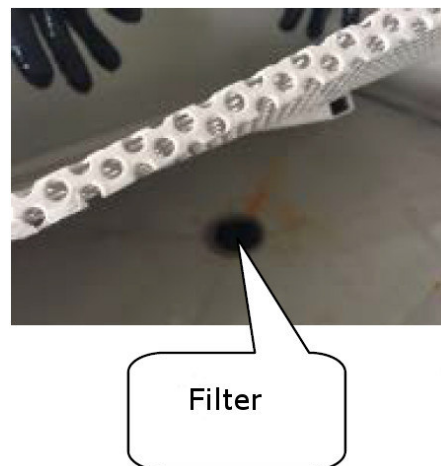

Abb. 9: Filtersieb Teilwaschgerät
Schritt 6: Bei starker Verschmutzung des Reinigungsmittels wechseln Sie dies aus. In regelmäßigen Abständen den Filter überprüfen und ggf. Reinigen. (Abb.9)